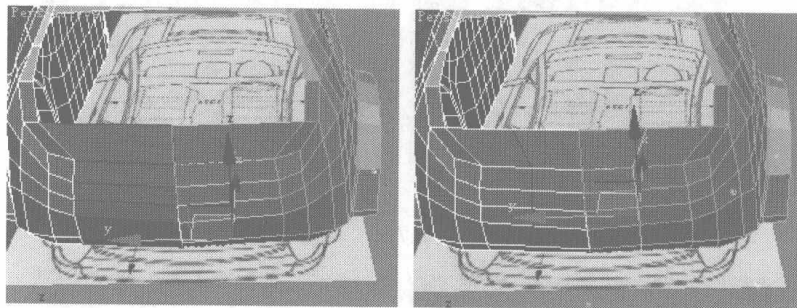

图 7.101
- 52 选择图 7.100 中的所有节点，单击右键，在弹出的快捷菜单中选择 Collapse 命令，合并所有的节点。然后选择车尾的曲线，单击 **Connect** 按钮，添加一条曲线，如图 7.101 所示。